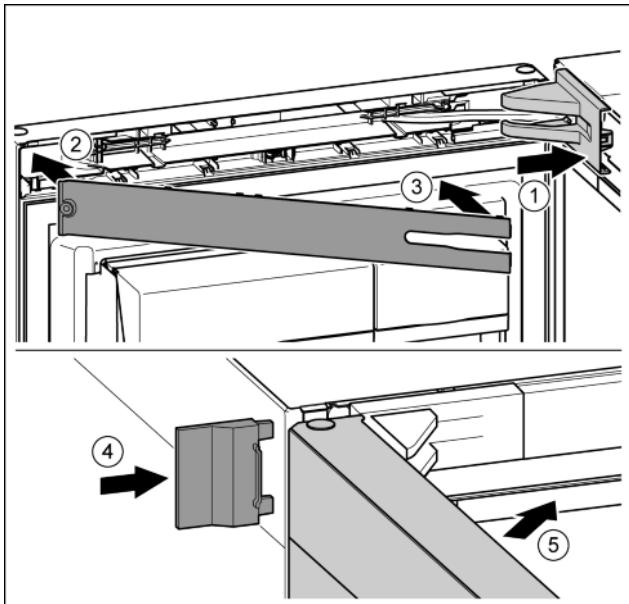

Fig. 22
- Крышку опорного кронштейна установить и зафиксировать, при необходимости, осторожно разжать. Fig. 22 (1)
- Установить накладку. Fig. 22 (2)
- Наклонить и защелкнуть накладку. Fig. 22 (3)
- Надвинуть внешнюю крышку. Fig. 22 (4)
- Закрыть верхнюю дверь. Fig. 22 (5)